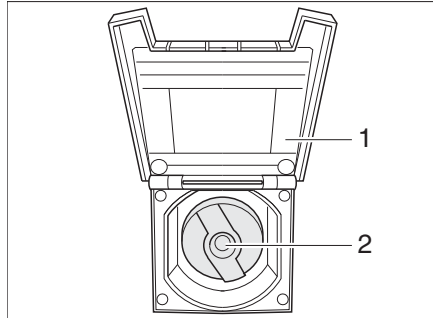

Bild 144 Lock för påfyllningsöppningen för dricksvatten
- Öppna luckan (Bild 144,1) på påfyllningsöppningen för dricksvatten.
- Stick in nyckeln i låscylindern (Bild 144,2) och vrid ett kvarts varv moturs.
- Stäng luckan (Bild 144,1).
- Öppna påfyllningsöppningen för dricksvatten (Bild 144).